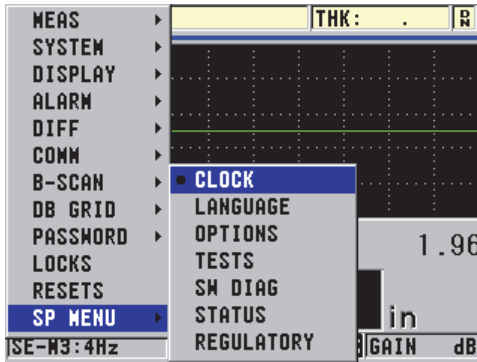

Figura 4-2 Tela SP MENU
2. Em **SP MENU** (veja Figura 4-2 na página 55), selecione **CLOCK**.